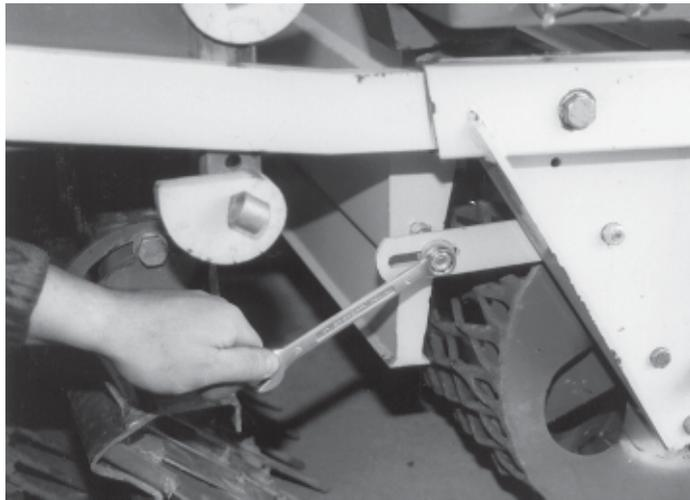

Abb. 28
- Lösen Sie die beiden M10-Muttern an beiden Seiten der Rutsche (Fig. 28)